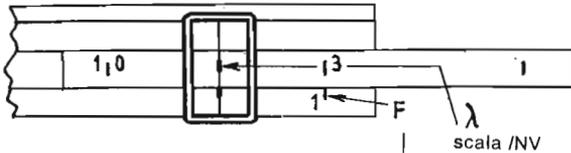

Fig. 6
Segnare il punto: dopo un poco si sente un altro «dip»: segnare il secondo punto: la distanza fra i due, corrisponde a $\lambda/2$. Per un lavoro agevole conviene disporre un metro di legno parallelo al regolo che fa da supporto ai fili. Dopo le prime prove, diminuire la reazione, allontanare il Dip-meter, in modo che ad ogni punto di risonanza si senta solo un brusco ma deciso calo del fruscio: qualcosa come «scih» breve e debole. In queste condizioni di scarsa reazione e debole accoppiamento, la misura di frequenza risulta più precisa e l'accoppiamento lasco influenza meno l'oscillatore. Si converte λ in megahertz posizionando il regolo calcolatore come in Fig. 6.
Fig. 6 - Si passa da frequenza (F) a λ e viceversa, portando il (3) della scala inversa del regolo calcolatore, sul 10 fisso. Allora il 3 del fisso = 300 MHz; il 5 = 500 MHz = λ 60 cm.